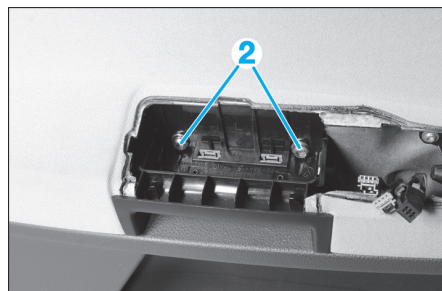

Fig. 55
- Déposer les vis (2) (Fig.55).